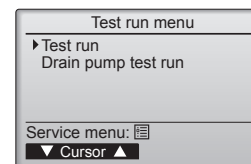

Fig. 7-2
- ② Seleccione "Test run" (Modo prueba) desde el menú Modo prueba, y pulse el botón [ACEPTAR]. (Fig. 7-2)
- ③ Se inicia la prueba, y se visualiza la pantalla Modo prueba.